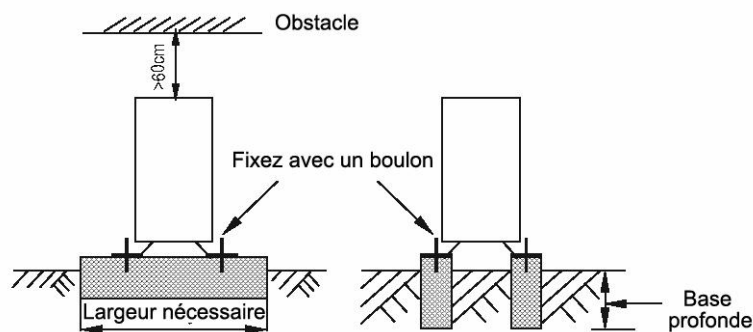

Figure 11
- Posez une base en béton. (cf. figure 11)